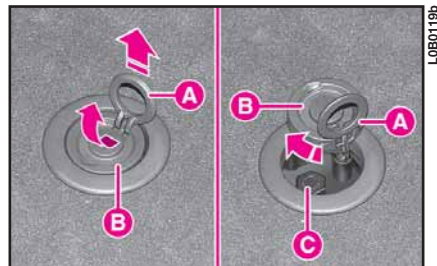

fig. 4
8) Aprire il portellone posteriore quindi, mediante l’anello **A** (fig. 4), sollevare e ruotare il tappo **B** per reperire il bullone **C** di bloccaggio supporto ruota di scorta.